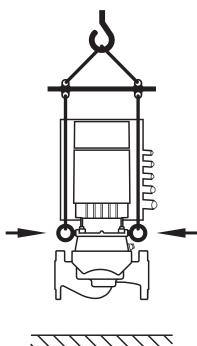

Fig. 8: Transportul pompei
- Transportul pompei trebuie efectuat cu ajutorul accesoriilor de ridicare admise (de ex. palan, macara etc.). Acestea se vor fixa pe ocheții de transport existenți pe flanșa motorului (Fig. 8, aici: Direcție de ridicare cu ax vertical al motorului).